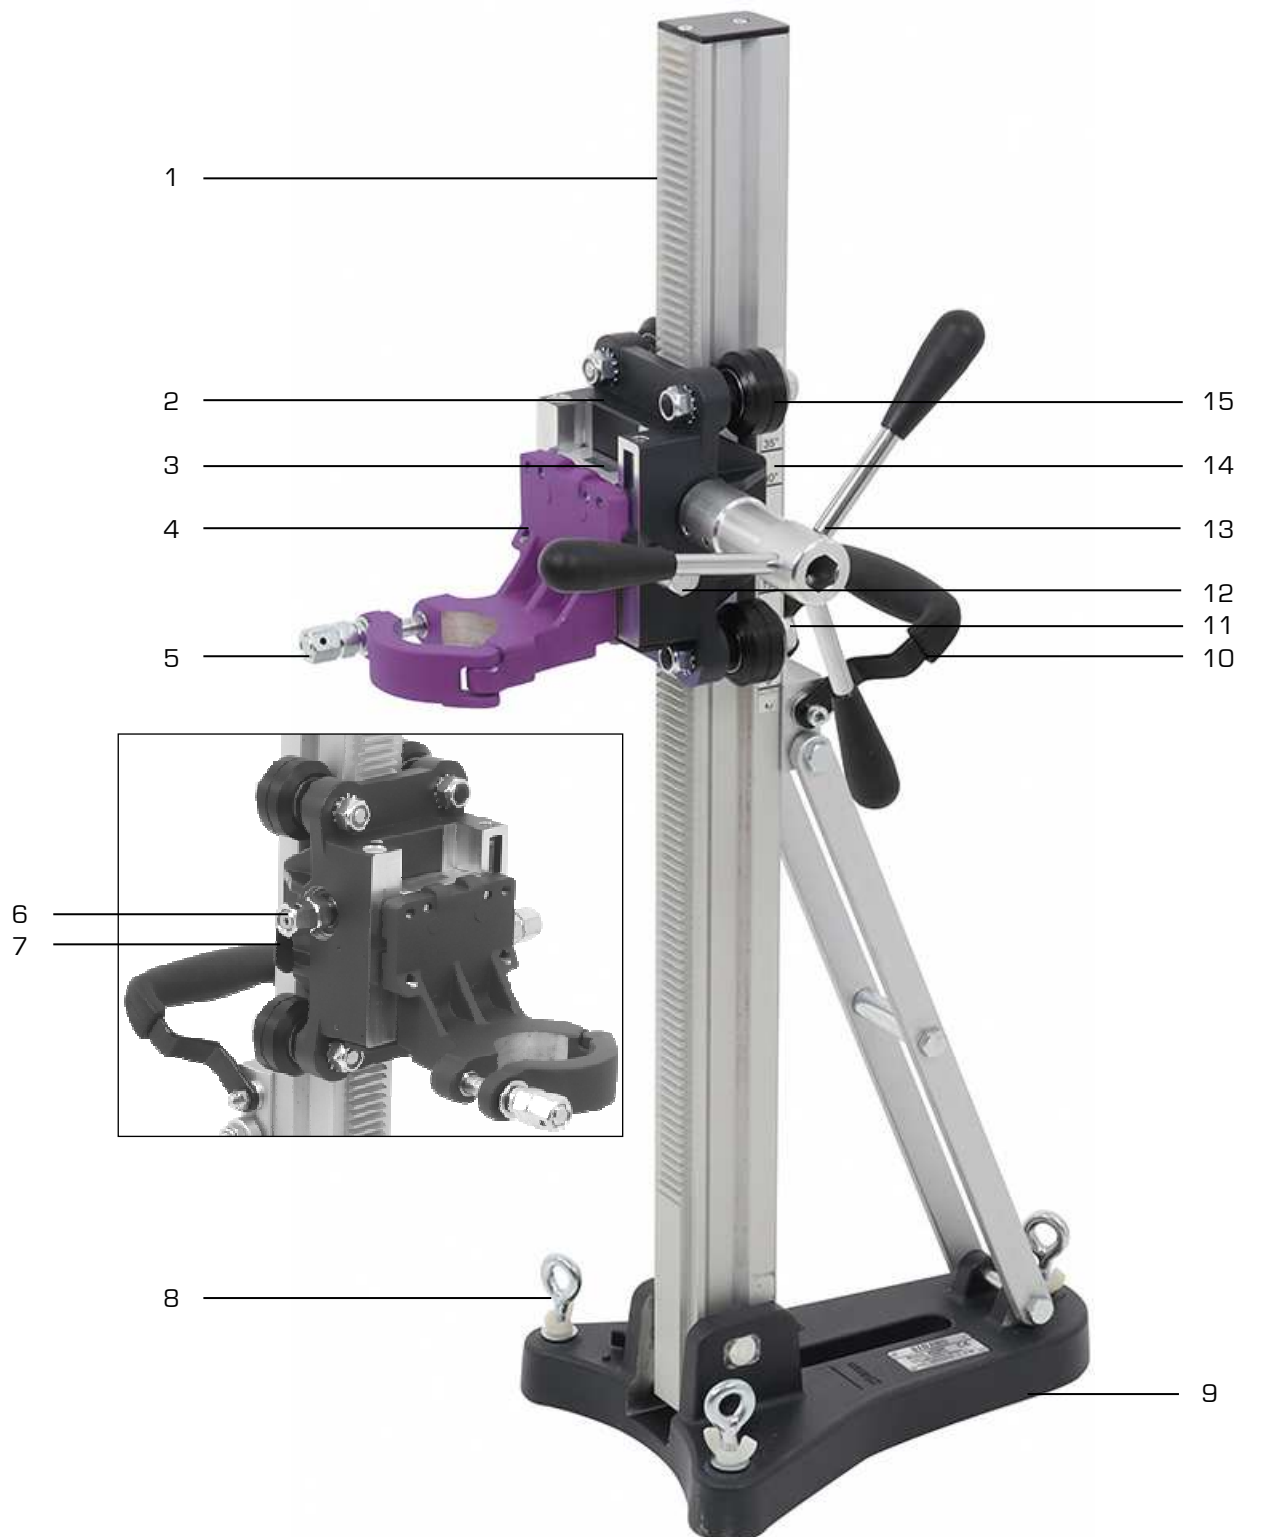

Figure 1
2. Insérer la longue tige filetée (B) avec la rondelle (C) et l'écrou (D) du kit de fixation afin de fixer la base.
3. Avant de serrer complètement l'écrou (D), vérifier le niveau du bâti à l'aide de la bulle située sur le guide mobile (2 fig. 1).
5. Serrer l'écrou de fixation (D) qui fixe la base à la surface de travail.